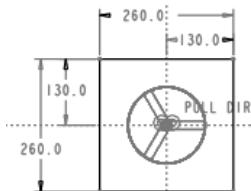

图 5.5 截面草图
(1) 选择命令。单击 **模具** 功能选项卡 **形状** ▾ 区域中的 **拉伸** 按钮。系统弹出“拉伸”操控板。
(2) 定义草绘截面放置属性。在绘图区中右击，从弹出的快捷菜单中选择 **定义内部草绘...** 命令，在系统弹出的“草绘”对话框中选择 **MAIN_PARTING_PLN** 基准平面为草绘平面，选择 **MOLD_RIGHT** 基准平面为草绘平面的参考平面，方向为 **下**，然后单击 **草绘** 按钮，系统进入截面草绘环境。
(3) 进入截面草绘环境后，系统弹出“参考”对话框，选取 **MOLD_RIGHT** 基准平面和 **MOLD_FRONT** 基准平面为草绘参考，然后单击 **关闭(C)** 按钮，绘制图 5.5 所示的特征截面，完成绘制后，单击“草绘”操控板中的“确定”按钮 。
(4) 选取深度类型并输入深度值。在操控板中选取深度类型 **(对称)**，在深度文本框中输入深度值 60.0 并按 Enter 键。
(5) 在“拉伸”操控板中单击 按钮，完成拉伸特征的创建。